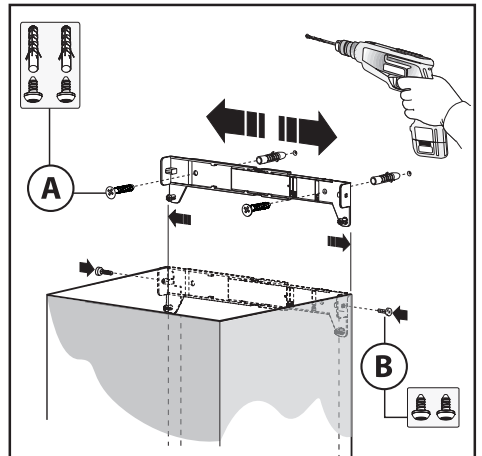
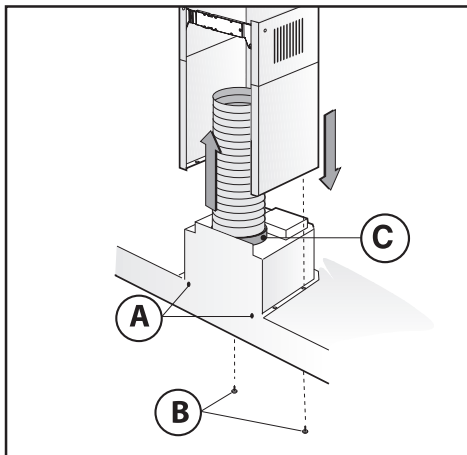

Fig.3
Fig.4
- Eseguire i fori **A** rispettando le quote indicate (Fig.2). Fissare l'apparecchio al muro ed allinearlo in posizione orizzontale con i pensili. A regolazione avvenuta fissare la cappa definitivamente tramite le 2 viti **A** (Fig.4).
Predisporre l'alimentazione elettrica entro l'ingombro del raccordo decorativo. Se il vostro apparecchio deve essere installato in versione aspirante o in versione motore esterno, predisporre il foro evacuazione aria. Regolare la larghezza della staffa di supporto del raccordo superiore (Fig.3). Successivamente fissarla al soffitto in modo che sia in asse con la vostra cappa tramite le viti **A** (Fig.3) e rispettando la distanza dal soffitto indicata in Fig.2. Collegare, mediante un tubo di raccordo, la flangia **C** al foro evacuazione aria (Fig.4). Infilare il raccordo superiore all'interno del raccordo inferiore. Fissare il raccordo inferiore alla cappa utilizzando le viti **B** in dotazione (Fig.4), sfilare il raccordo superiore fino alla staffa e fissarlo tramite le viti **B** (Fig.3). Per trasformare la cappa da versione aspirante a versione filtrante, richiedere al vostro rivenditore i filtri al carbone attivo e seguire le istruzioni di montaggio.